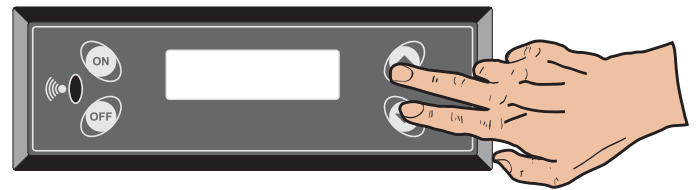

Fig.10.2
- 1) Presionar simultáneamente los botones ▲ y ▼ ; en el visor aparecerá: MENÚ SET TRABAJO (Fig.10.2).